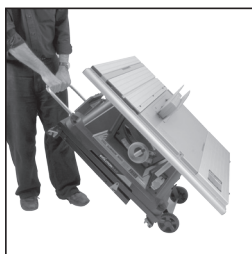

Abb. 10
6. Den Griff so weit hochziehen, dass die eingebauten Transportrollen der Säge den Boden vollständig berühren (**Abb. 10**).